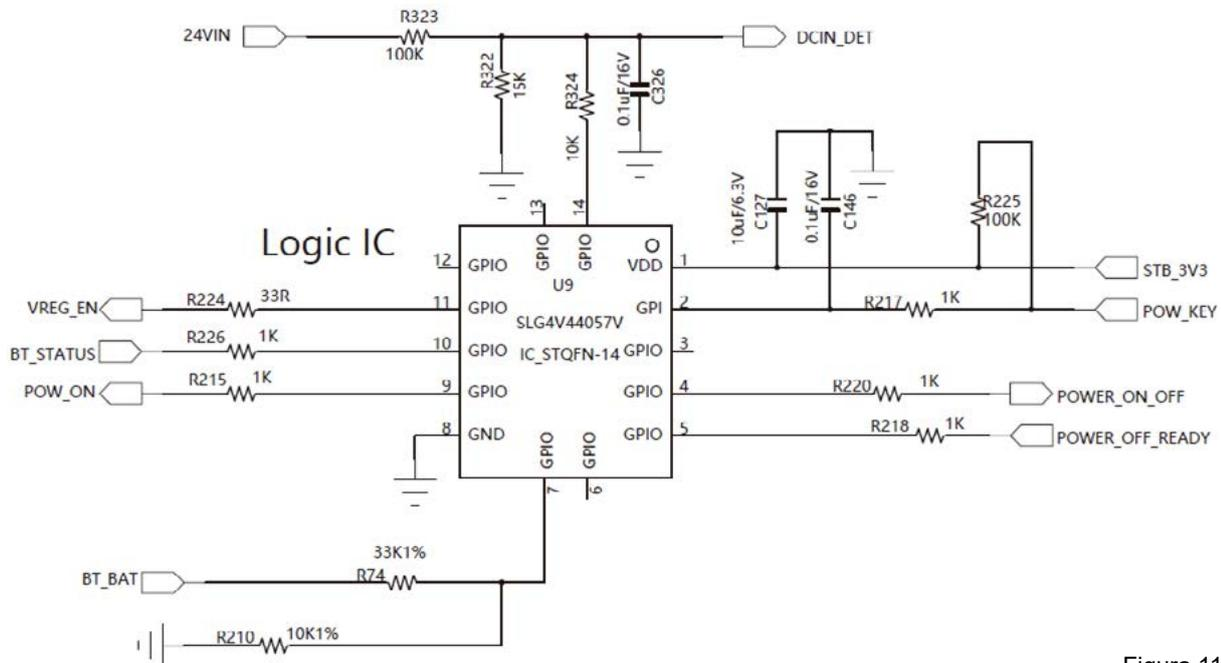

Figura 11
**Micro liga/desliga** – Como o próprio nome sugere, a função deste CI é ligar e desligar o aparelho (figura 11).